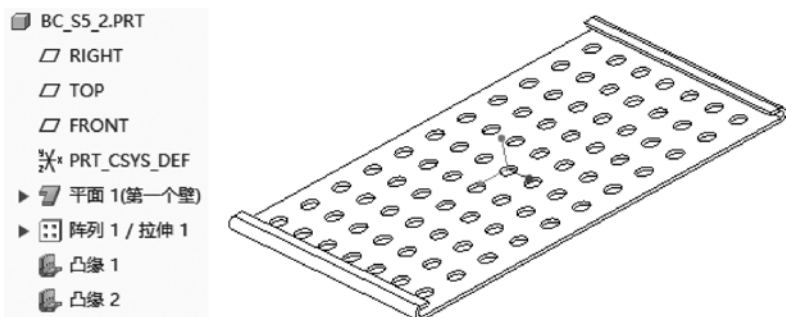

图 5-25 完成的钣金挡板
(5) 在“凸缘”选项卡中单击  (完成) 按钮, 完成第 2 个法兰壁的创建。至此, 完成了钣金挡板零件的创建。完成的模型效果如图 5-25 所示。